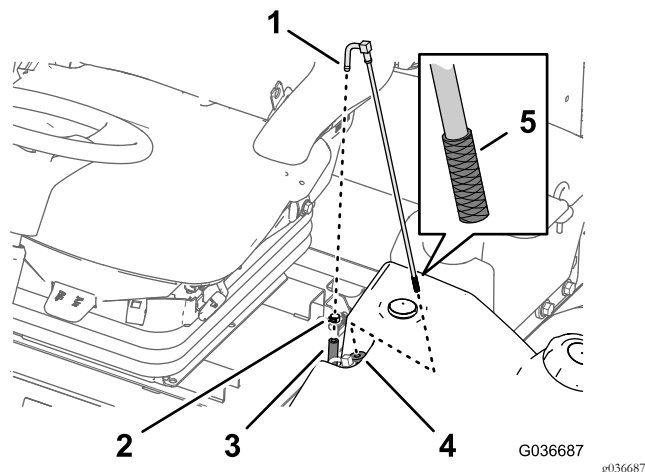

图46
1. 取下将供油软管固定至燃油集油管接头的软管夹 图46。
2. 从接头上分开软管 图46。
3. 将燃油集油管从油箱中提起 图46。
4. 清洁燃油集油管端部滤网上的任何杂物 图46。
5. 先将燃油集油管插入橡胶轴套然后再插入油箱 图46。